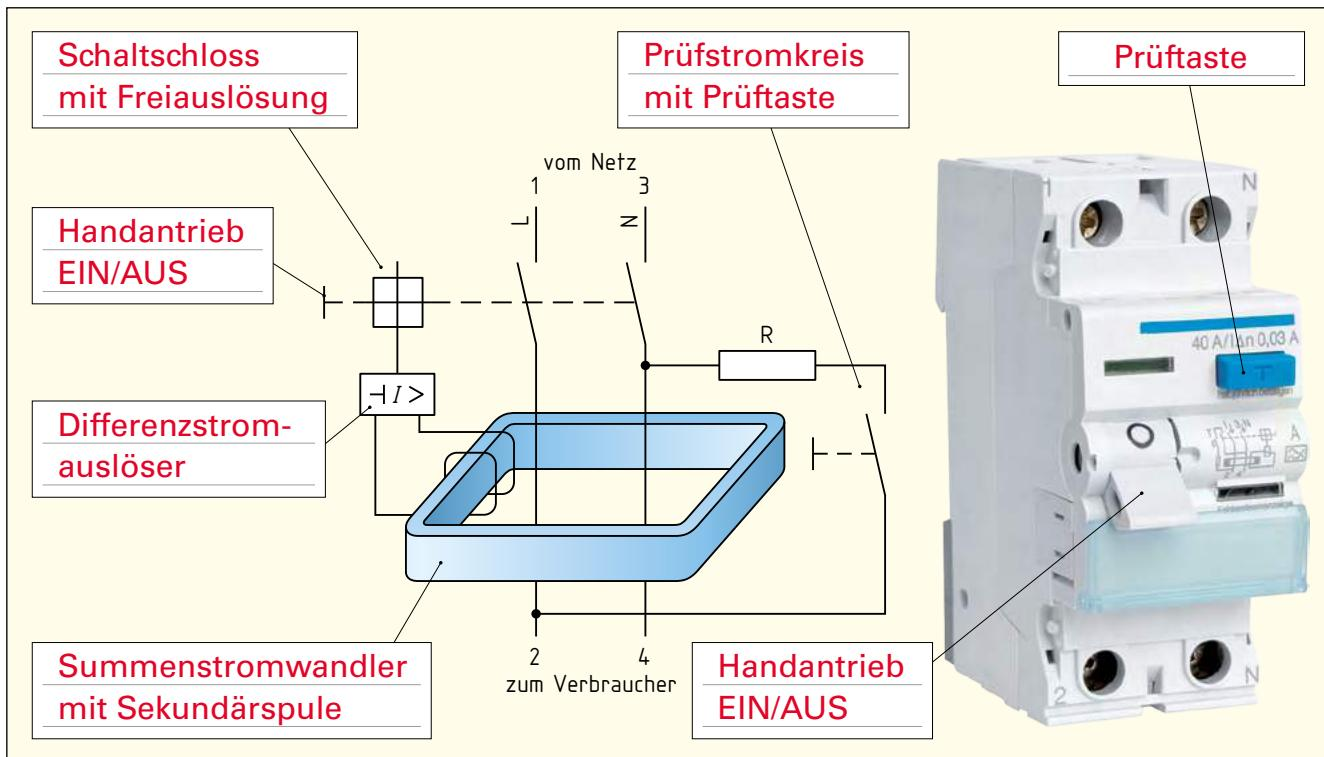

Bild 1: Fehlerstrom-Schutzeinrichtung (RCD), 2-polig
1. Benennen Sie die Bestandteile der RCD im Bild 1.